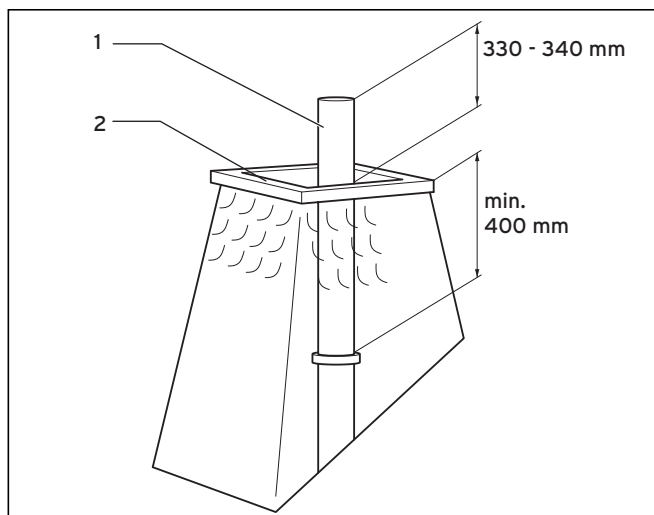

Рис. 5.58 Укорачивание трубы из нержавеющей стали
- Укоротите трубу из нержавеющей стали (1) согласно рис. 5.58.
- Загерметизируйте край устья (2) силиконом.